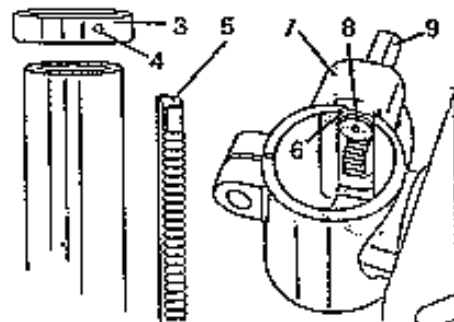

Fig. 4
1. Enlevez la bague (3) en dégageant la vis de réglage (4).
2. Enlevez la tige dentée (5) de la colonne.
3. Contrôlez si la roue à vis sans fin (8) est installée régulièrement dans le bras de fixation de table (7) et si elle entre en contact avec les roues dentées. La cheville d'arrêt (9) devrait saillir de 2,5 cm, approximativement, de la boîte (Fig. 4).
4. Introduisez la tige dentée (5) dans l'écrou denté (6) du bras de fixation de la table (7) (Fig. 4). Le bras de fixation devrait se trouver dans la section centrale de la tige dentée.